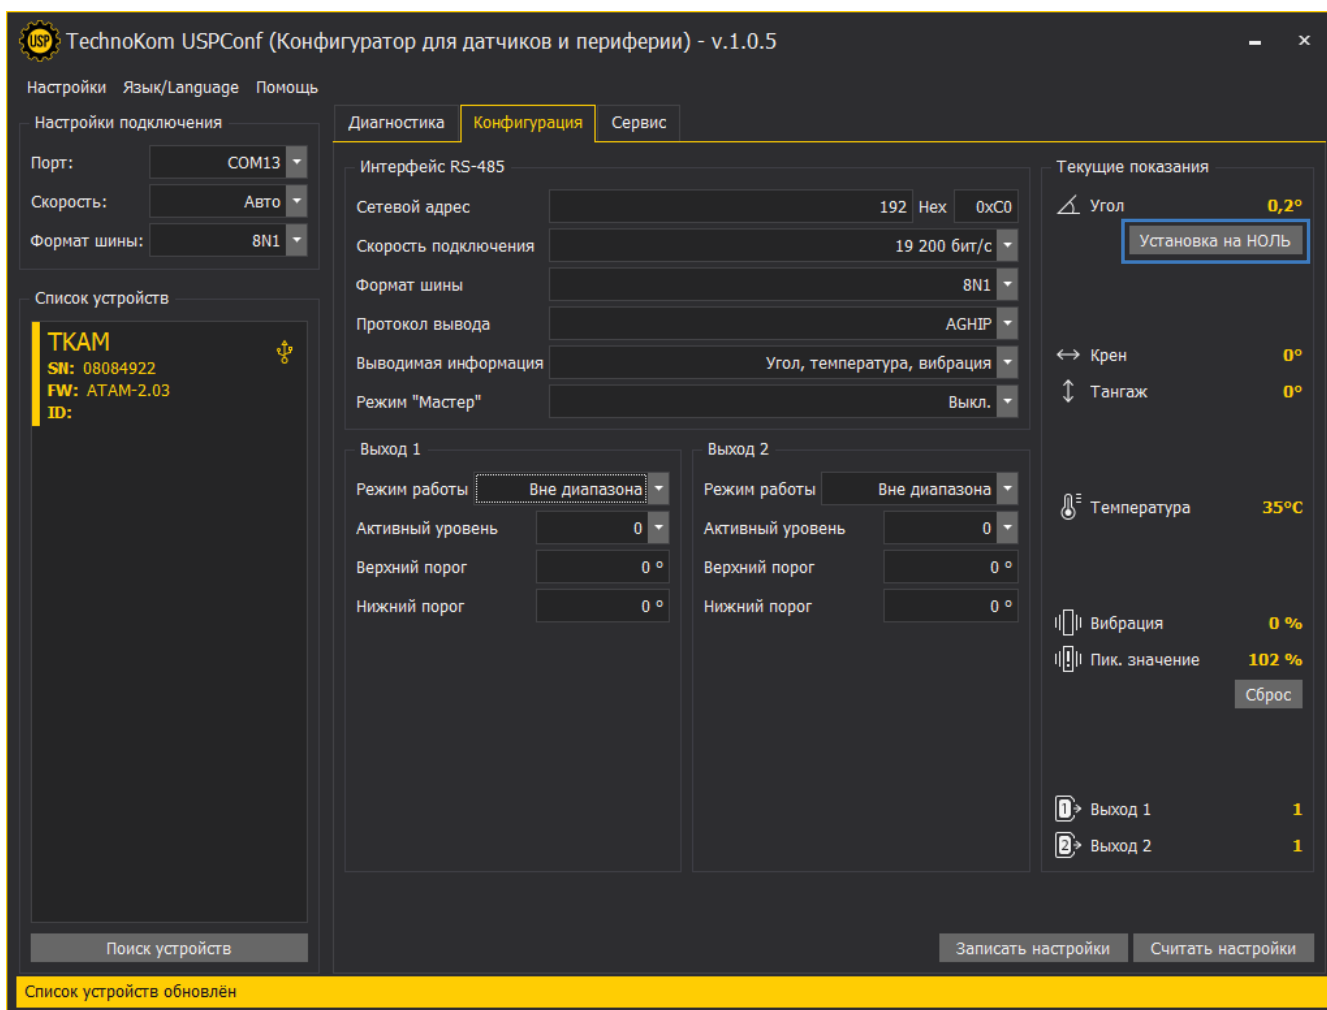

Рис.9. Установка уровня нуля
2. Нажмите кнопку «**Установка на НОЛЬ**» для того, чтобы принять текущий угол наклона за нулевой (**Рис.9**).